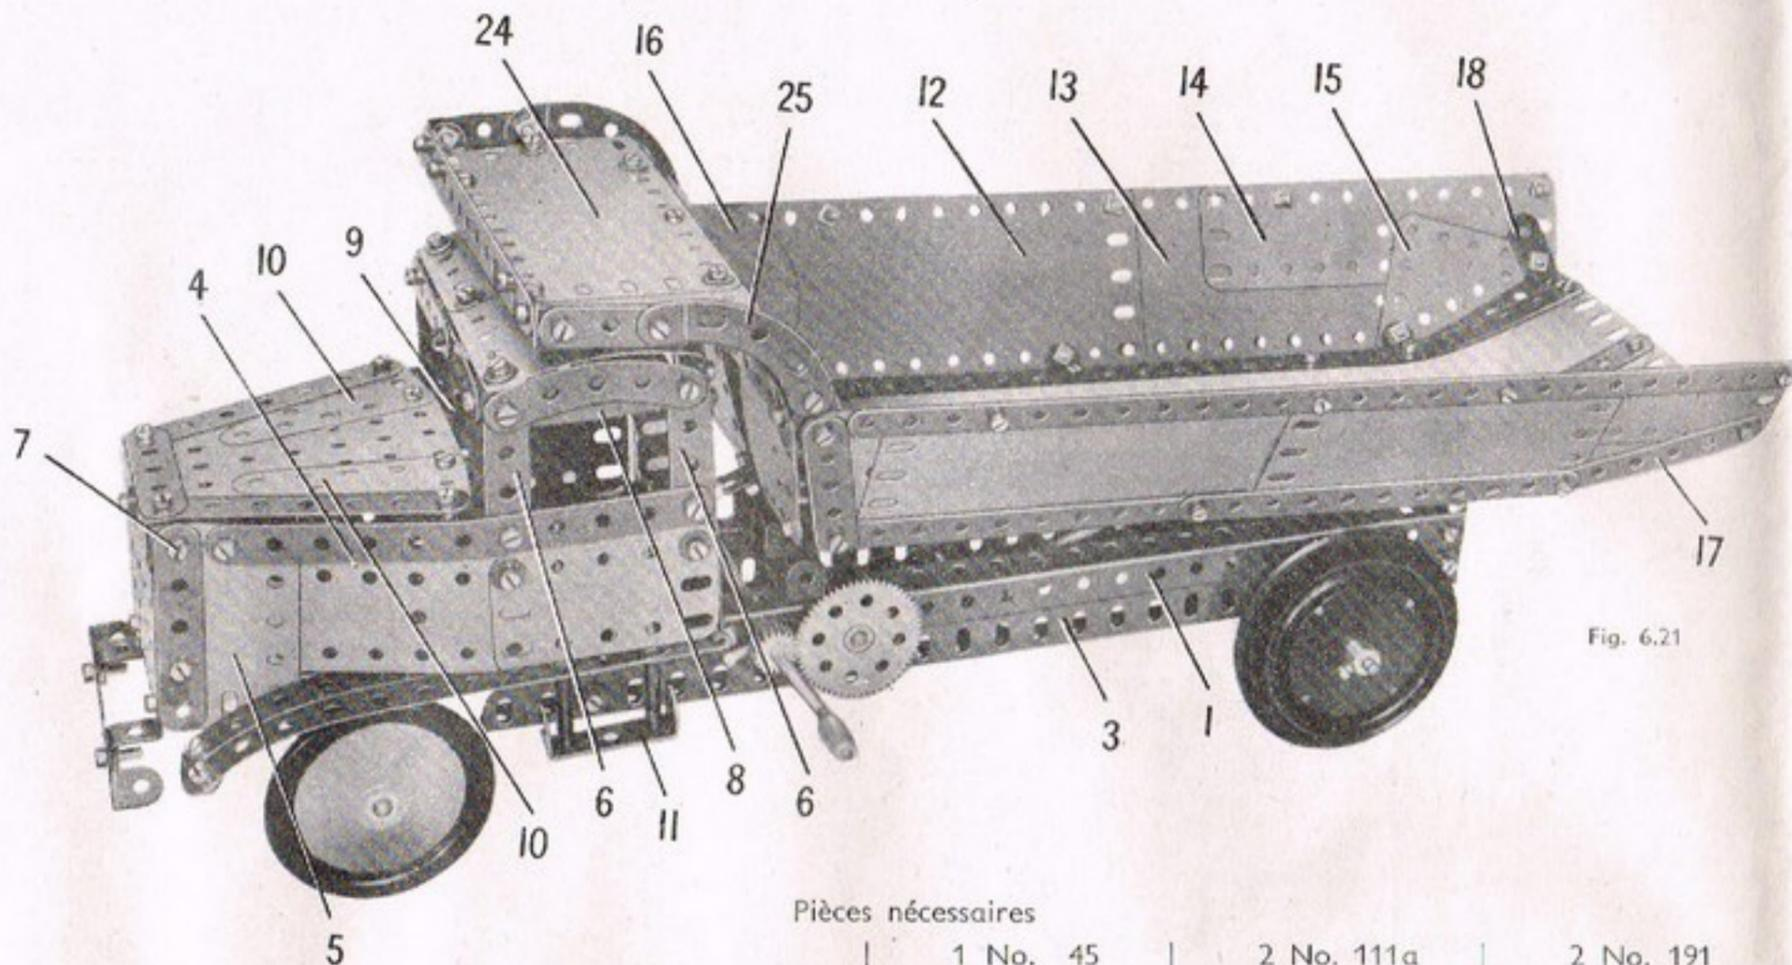

Fig. 6.21
Le toit de la cabine est constitué par deux plaques cintrées de 43 mm. de rayon; il est fixé sur des équerres boulonnées au rebord des bandes coudées (8). Les garde-boue avant sont formés chacun de deux bandes de 11 trous réunies à l'avant par un support plat et fixées par leurs extrémités arrière sur le plancher de la cabine. Le garde-boue qui apparaît sur la figure 6.21 est fixé au plancher par des écrous placés sur deux tiges filetées de 75 mm. Ces dernières débordent sous le plancher et chacune d'elles porte un raccord de tringles. Une bande coudée de 38x12 mm. (11) est tenue contre les raccords de tringles par des écrous placés aux extrémités inférieures des tiges filetées.